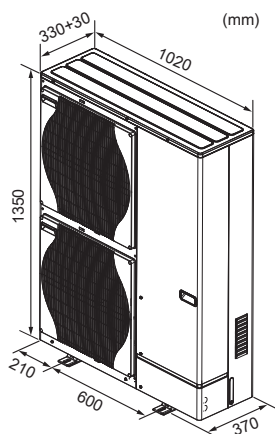

Fig. 2-2
2.2. Wymiary gabarytowe (jednostki zewnętrznej) (Fig. 2-2)